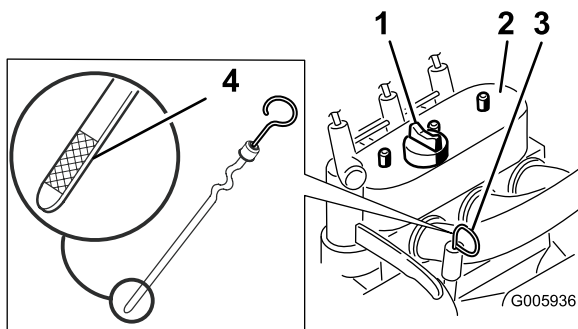

Figura 14
4. Limpie alrededor de la varilla de aceite (Figura 14).
5. Retire la varilla y limpie el extremo metálico (Figura 14).
6. Introduzca la varilla a fondo en el tubo de la varilla (Figura 14).
8. Si el nivel de aceite es bajo, limpie alrededor del tapón de llenado y retire el tapón (Figura 14).